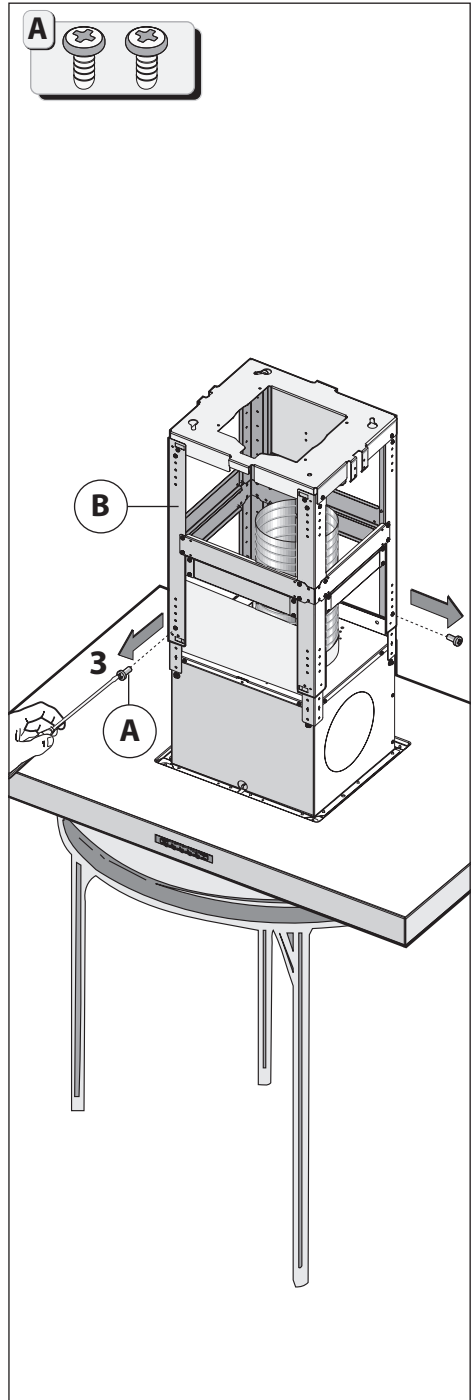

Fig.4
- Fjern de 2 skruer **A**, der fastgør den øverste del **B** til den nederste **C**, som angivet i fig.4.